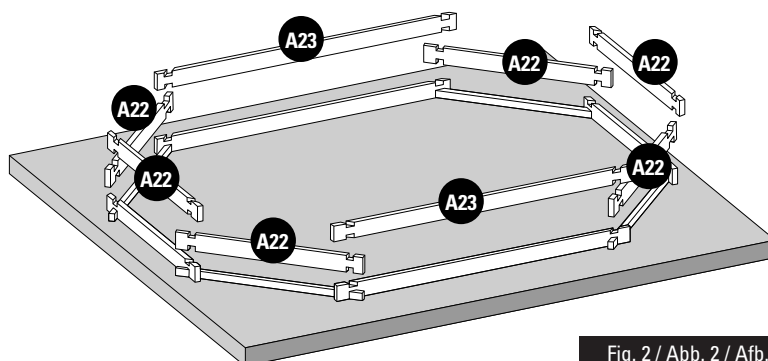

Fig. 2 / Abb. 2 / Afb. 2
- EN** **2nd LAYER OF BOARDS:** • Install the second layer of boards as shown in figure 2. • There is a wooden wedge in the structure packet to correctly assemble the boards. • Never directly hit against the boards. You would damage the pegs and would weaken the structure. Do not hit them with anything metallic. This would inevitably damage the wood. • Try to correctly assemble the boards right from the start. There should not be any space between each layer of boards to avoid maladjustment of the higher boards.
- FR** **2ÈME RANGÉE DE MADRIERS :** • Positionnez les madriers de la deuxième rangée conformément à la figure 2. • De manière à emboîter correctement les madriers, une cale en bois est à votre disposition dans le colis de structure. • Ne pas taper directement sur les madriers. Cela abîmerait les languettes et nuirait à la solidité de la structure. • Ne pas frapper avec une pièce métallique. Cela détériorerait le madrier irrémédiablement. • Veillez à emboîter bien à fond les madriers dès le départ. Il ne doit pas y avoir d'espace entre chaque rangée pour éviter un décalage au niveau des madriers supérieurs.
- DE** **2. BRETTERRIHE:** • Platzieren Sie die Bretter der zweiten Reihe laut Abb. 2. • Um die Bretter richtig anbringen zu können, finden Sie einen Holzkeil im Paket des Tragwerks. • Nicht direkt auf die Bretter klopfen. Das würde die Zapfen und die Festigkeit des Tragwerks beschädigen. • Nicht mit einem Metallteil darauf klopfen. Es würde das Holz unabänderlich beschädigen. • Versuchen Sie, die Bretter von Anfang an tiefgehend ineinander zu fügen. Zwischen den Reihen darf kein Platz sein, um eine Fehlanpassung der oberen Bretter zu vermeiden.
- NL** **2ª RIJ PLANKEN:** • Plaats de planken van de tweede rij zoals aangegeven op afbeelding 2. • Om de planken correct te assembleren, zit er een houten wig in het pakket van het frame. • Sla niet direct op de planken. Daardoor gaan het profiel kapot en wordt de stevigheid van het frame ondermijnd. • Sla er niet direct op met metaal. Hierdoor raakt het hout onherstelbaar beschadigd. • Zorg ervoor dat de planken vanaf het begin stevig op elkaar aansluiten. Er mag geen ruimte tussen de rijen overblijven, om te voorkomen dat de bovenste houtdelen onregelmatig uitkomen.